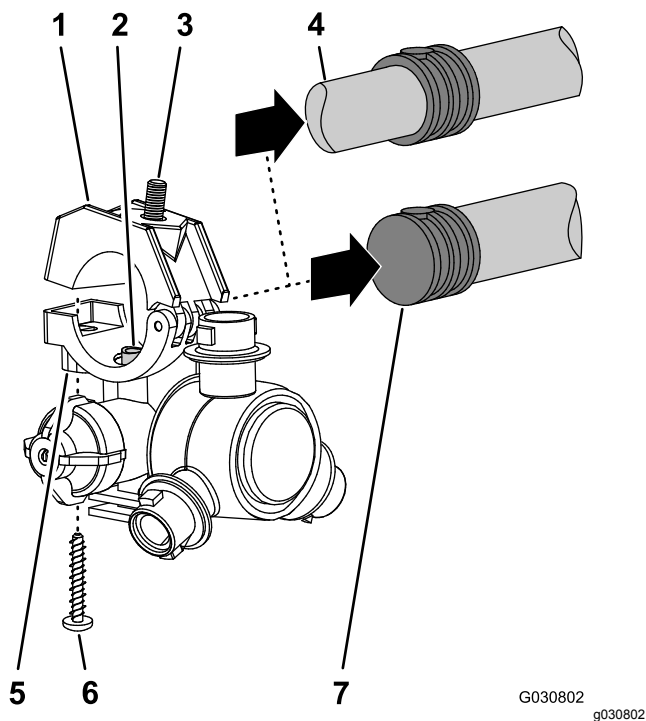

Figure 70
- Avec les 12 buses de pulvérisation que vous avez retirées des sections de rampe centrale et extérieure, retirez les vis en acier inoxydable (n° 12 x 1 1/4") qui fixent les demi-colliers supérieurs et les anneaux cannelés simples ou doubles (3/4") sur le corps de chaque buse, et déposez les anneaux cannelés (Figure 70).